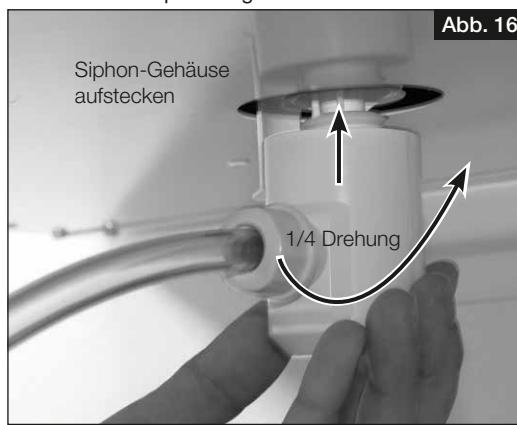

Abb. 16
5. Siphon-Gehäuse aufstecken und mit einer 1/4-Drehung im Befestigungsteil einrasten lassen (s. Abb. 16). Darauf achten, dass die Schwimmerkugel lose im Gehäuse liegt!